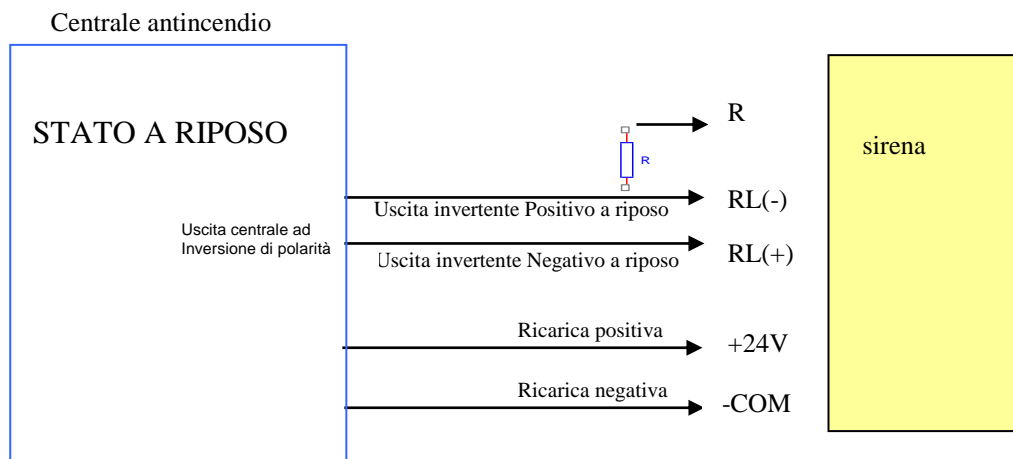

Fig. 2
- Collegare l'uscita della centrale ad **"inversione di polarità"** nella sirena al morsetto RL(+) (negativo a riposo) e al morsetto RL(-) (positivo a riposo) e l'alimentazione 24 Vcc per la ricarica della batteria ai morsetti -COM e +24V. Inserire, inoltre, la resistenza R di fine linea fra il morsetto RL(-) e il morsetto R (Fig.2). Il valore della resistenza R di fine linea dipende dal tipo di centrale installata, il suo valore è indicato nel manuale della centrale.